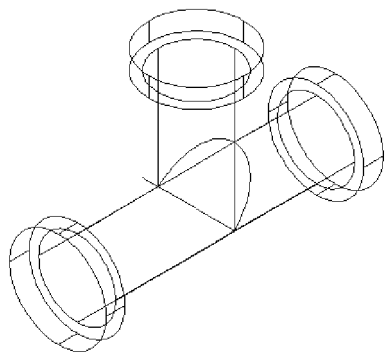

图 12-42 移动凸台
5) 单击【修改】选项板 | 【移动】按钮  移动，捕捉旋转后凸台下端面的圆心，单击该点，再捕捉竖直圆柱体上端面的圆心，单击它，将凸台移动到竖直的圆柱上，如图 12-42 所示。